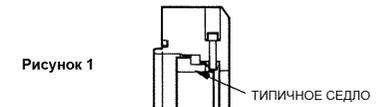

Рисунок 1
- Смотрите соответствующие инструкции по установке седла для определения размера "X" от передней поверхности концевой крышки до рабочей поверхности седла (рис. 1).